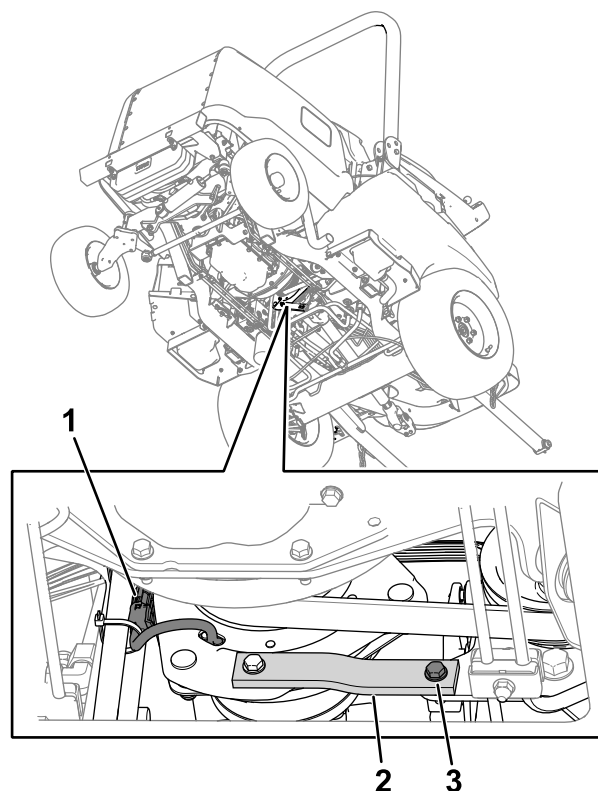

Figure 79
2. Débranchez le connecteur du faisceau de l'embrayage du faisceau de la machine (Figure 79).
3. Retirez le boulon, la rondelle et l'écrou des barrettes en métal et caoutchouc (Figure 79) sur le cadre.